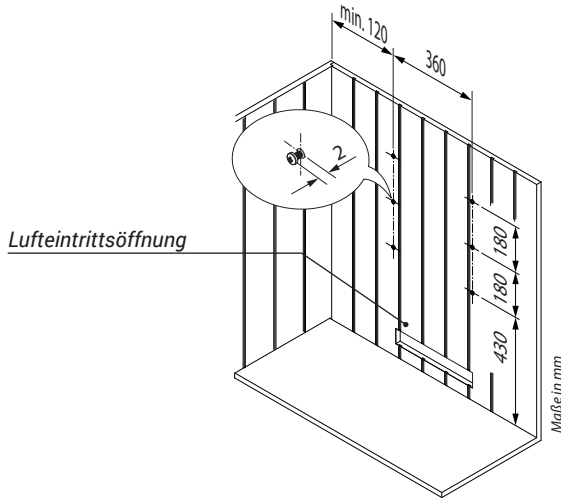

Abb. 3
- Die beigegefügt Spanplattenschrauben gemäß Abb. 3 mittig über der Lufteintrittsöffnung an der Kabinenwand befestigen. Hierbei muß zum Einhängen des Saunaheizers ein Abstand von ca. 2 mm zwischen Schraubenkopf und Kabinenwand vorhanden sein.